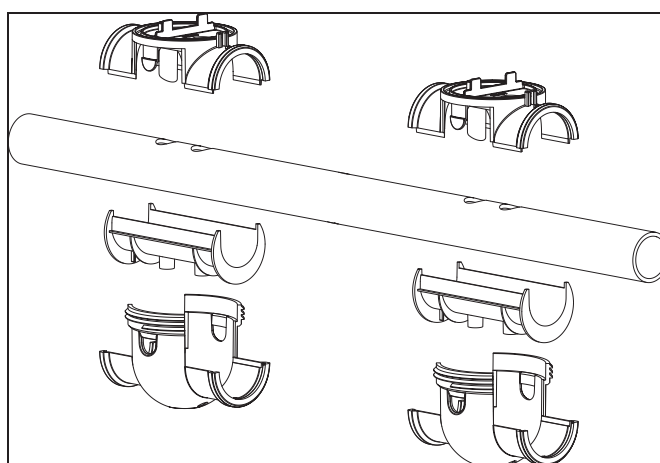
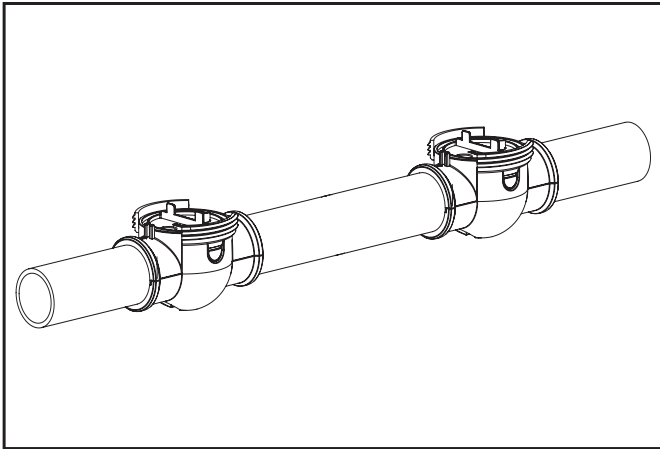

Figure 9. Colliers de serrage de la cellule
Figure 10. Colliers de serrage installés
- Fixer les colliers de serrage, l'écarteur de tuyau et le joint d'étanchéité autour du tuyau tel qu'illustré (voir Figure 9) en s'assurant que les flèches de circulation sur le collier pointent dans la direction du débit d'eau (voir Figures 10 et 11). S'assurer que les deux (2) attaches sur les côtés du collier de serrage s'enclenchent.